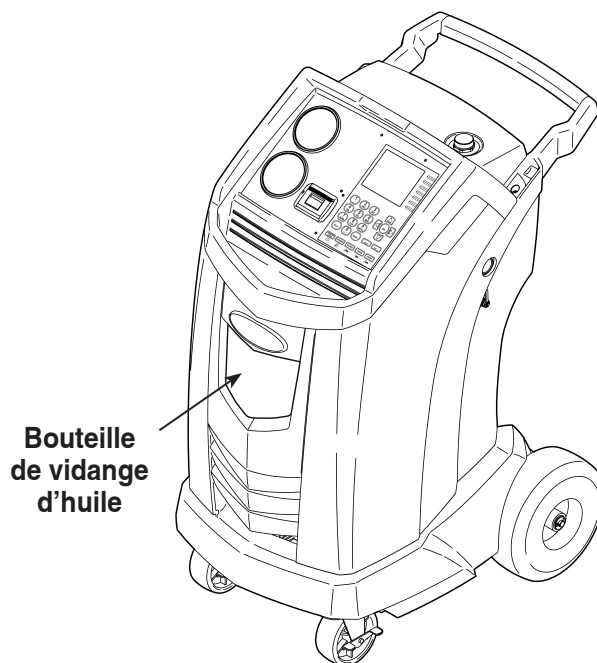

Figure 10
3. Retirez la bouteille de vidange d'huile (voir Figure 10) de l'appareil Robinair. Videz la bouteille d'huile et éliminez l'huile usée conformément aux règlements en vigueur dans votre région.